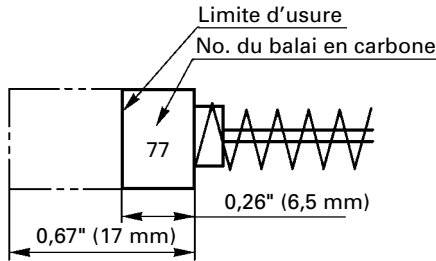

Fig. 21
5. Contrôle des balais en carbone (Fig. 21)
REMARQUE: Utiliser le balai en carbone HITACHI No. indiqué sur la Fig. 21.